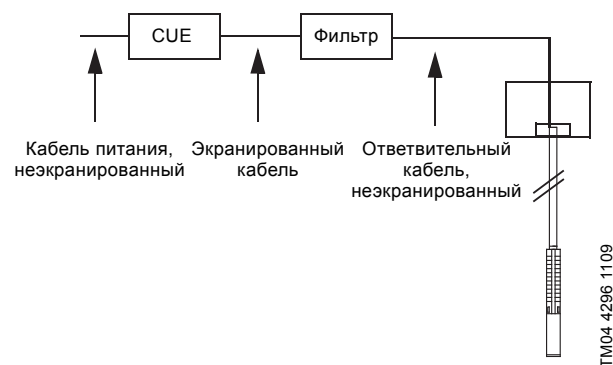

Рис. 22 Пример монтажа, когда CUE и фильтр установлены в зоне повышенных требований к ЭМС излучению
- установка на площадках, когда CUE и фильтр установлены в зоне повышенных требований к ЭМС излучению. См. рис. 22.